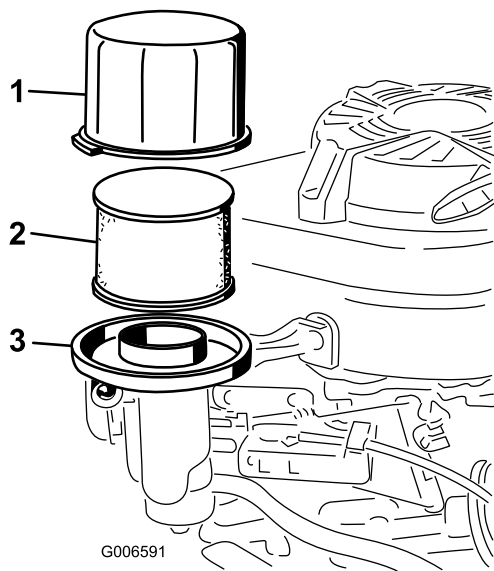

Figure 24
3. Déposez le couvercle et nettoyez-le soigneusement (Figure 24).
4. Déposez le préfiltre en mousse et l'élément en papier (Figure 24).
5. Retirez le préfiltre en mousse de l'élément en papier (Figure 24), et remplacez l'élément papier s'il est très encrassé.
6. Inclinez la machine, filtre à air en haut, pour vidanger l'huile dans le bac de vidange (Figure 24).